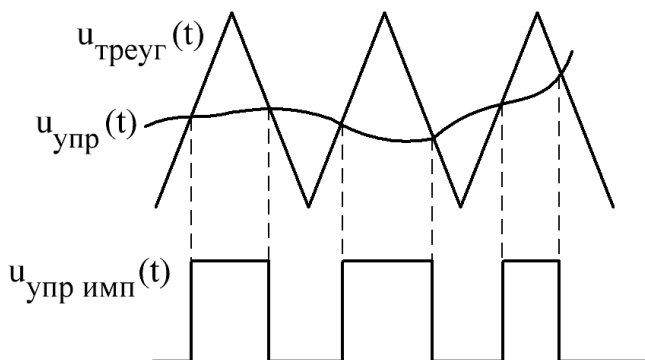

Рис. 1 Принцип ШИ-управления
Как уже говорилось ранее, основным принципом импульсного управления электрической мощностью является использование ключевого режима транзистора, при котором он может находиться в двух состояниях: насыщения и отсечки. Широтно-импульсное управление мощностью (ШИ-управление) является одним из способов организации импульсного управления, суть которого поясняет рис. 1.
Таким образом, выходной сигнал компаратора представляет собой последовательность прямоугольных импульсов с различным временем длительности $t_{\text{имп}}$ (см. рис. 1). При этом, величина $t_{\text{имп}}$ зависит от уровня сигнала управления и она тем больше, чем ниже величина управляющего напряжения. То есть, создается возможность для управления подаваемой в нагрузку мощностью, которая будет пропорциональна длительности импульса.
2. Выставить параметры источника импульсного напряжения, показанные на рис. 1.